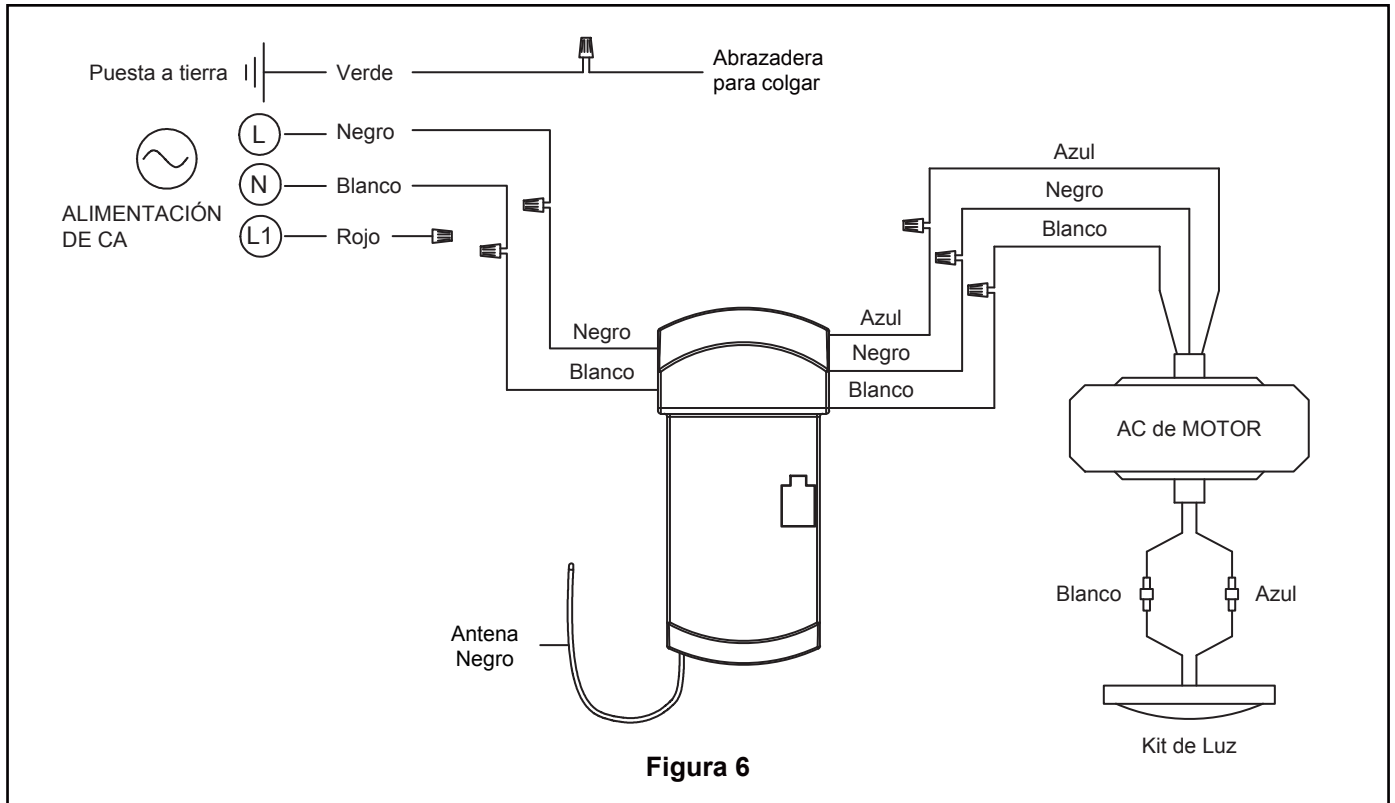

Figura 6
6. Conecte los conductores verdes de la abrazadera para colgar y conductor verde del suministro (puesta a tierra) con el conector de cables. Conecte el conductor negro de la unidad receptora marcado "AC IN L" al conductor negro de alimentación con el conector de cables. Conecte el conductor blanco de la unidad receptora marcado "AC IN N" al conductor blanco de alimentación con el conector de cables. Conecte el conductor blanco de la unidad receptora marcado "TO MOTOR N" al conductor blanco del ventilador con el conector de cables incluido con la unidad receptora. Conecte el conductor negro de la unidad receptora marcado "TO MOTOR L" al conductor negro del ventilador con el conector de cables que se adjunta con la unidad receptora. Finalmente, conecte el conductor azul de la unidad receptora al conductor azul de la iluminación del ventilador con el conector de cables que se adjunta con la unidad receptora. (Figura 6)
7. Luego de empalmar los cables y realizar la conexión, sepárelos y dóblelos hacia arriba con el conductor con conexión a tierra y el unidad del techo a tierra debe ir en un lado de la caja de distribución eléctrica y el unidad del techo a tierra debe ir del otro lado. (Figura 6)